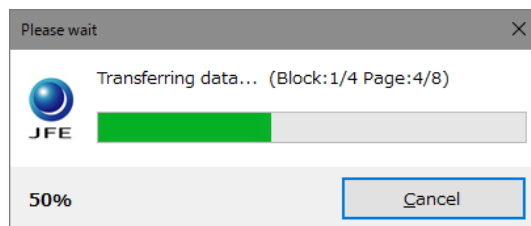

図 6.9 進捗状況
- (5) 転送の進捗状態が表示されますので、転送完了までお待ちください。(図 6.9)